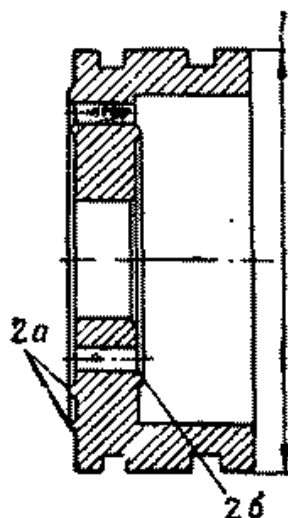

Рис. 188. Поршень амортизатора
3. Поршень амортизатора (рис. 188)